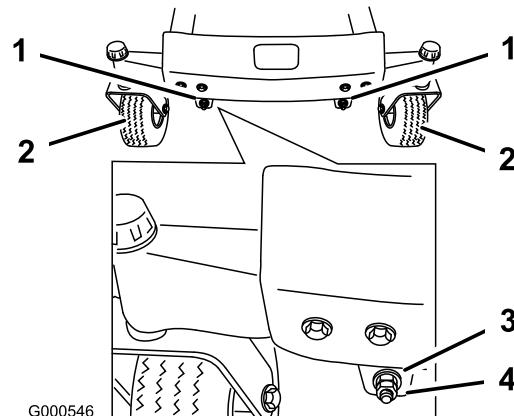

Figura 57
11. Para ajustar la inclinación longitudinal, retire las contratuerzas y luego gire las tuercas de ajuste de la parte delantera del cortacésped (Figura 57).
13. Después de ajustar en la misma medida ambas tuercas de ajuste, verifique de nuevo la inclinación longitudinal. Siga ajustando las tuercas hasta que la punta de la cuchilla más avanzada esté entre 1,6–7,9 mm más baja que la punta de la cuchilla más atrasada (Figura 57).
Nota: Despues de ajustar las tuercas de ajuste, asegúrese de que no hay ninguna holgura en ninguna de las varillas (Figura 58). Apriete cualquiera de ellas para eliminar la holgura, si la hubiera (Figura 57).